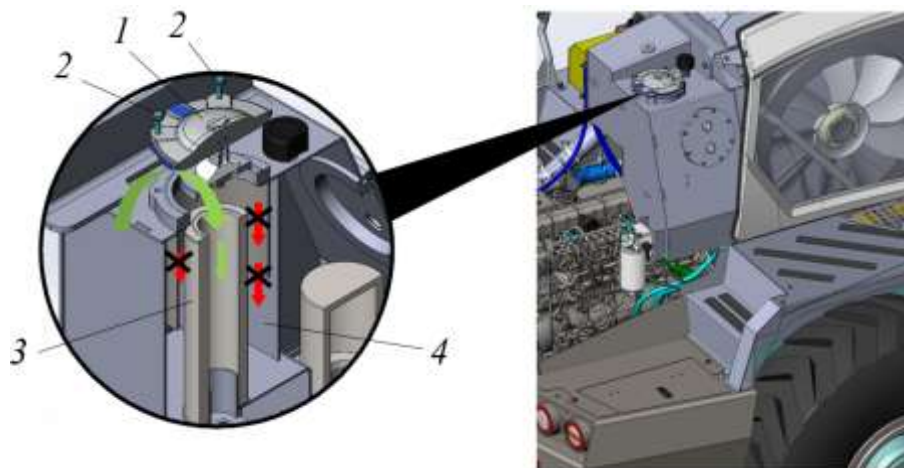

Рисунок 5.38. Процедура заправки масла в гидравлический бак
- Ключом (S=17) выкрутить болты с шайбами 2, крепящие крышку 1, см. рис. 5.38.
Масло заливать внутрь фильтра, см. рис. 5.38 показано зеленой стрелкой.
- ▶ Установить крышку фильтра 1, закрепив ее на баке болтами 2 с шайбами, рис. 5.38. болты затянуть моментом 41...46 Н*м.